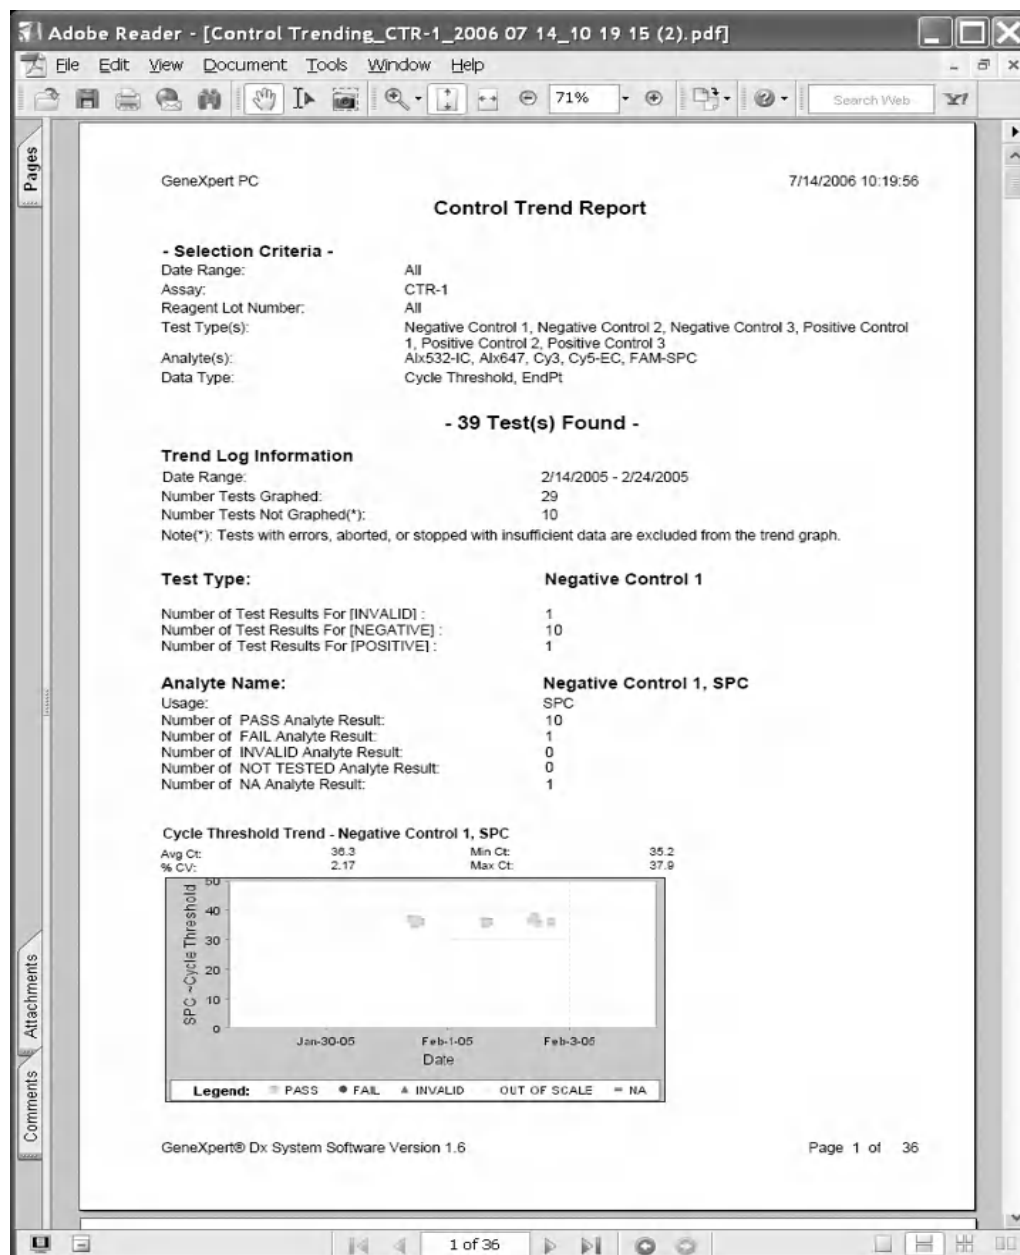

Рис. 6-2. Пример отчета о тенденции контроля в окне программы Adobe Acrobat.
- **Preview PDF** (Предварительный просмотр файла PDF) — создание файла в формате PDF и просмотр в окне программы Adobe Acrobat (Рис. 6-2). Также файл PDF можно сохранить или распечатать с помощью программы Adobe Acrobat. Инструкции по использованию программы Acrobat см. в руководстве пользователя ПО Acrobat.